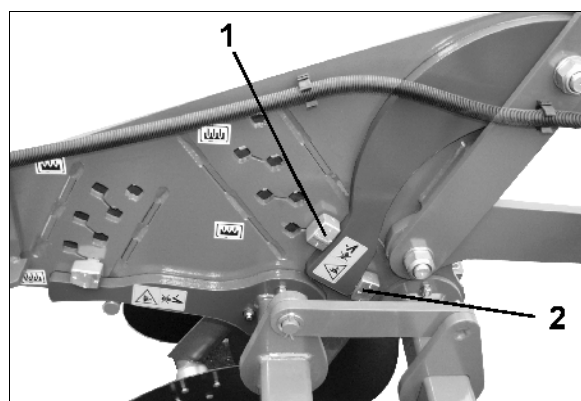

Fig. 31
- Door verplaatsen van de excentrische pennen (Fig. 31/1) in een van de posities op de insteekplaat:
- Door de excentrische bout te verdraaien (Fig. 31/1)
De gekozen positie op de insteekplaat (Fig. 31/1) moet voor beide zijden gelijk zijn. Ook de ingeslagen getallen op de excentrische kop moeten voor beide zijden van de machine in dezelfde stand staan
Gaan de kouters niet snel genoeg in de grond, dan de 3^e excentrische pen (Fig. 31/2) direct onder de draagarm insteken. Hierdoor worden de kouters extra door de naloopwals belast.